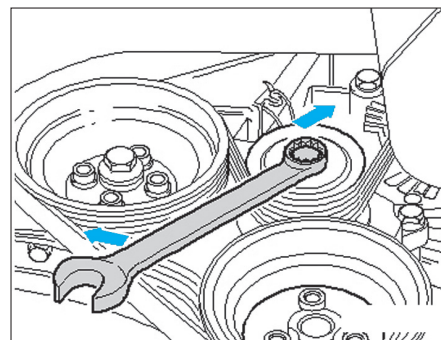

Fig. 13
- Pour détendre la courroie d'accessoires, faire basculer le tendeur dans le sens de la flèche (Fig.13).